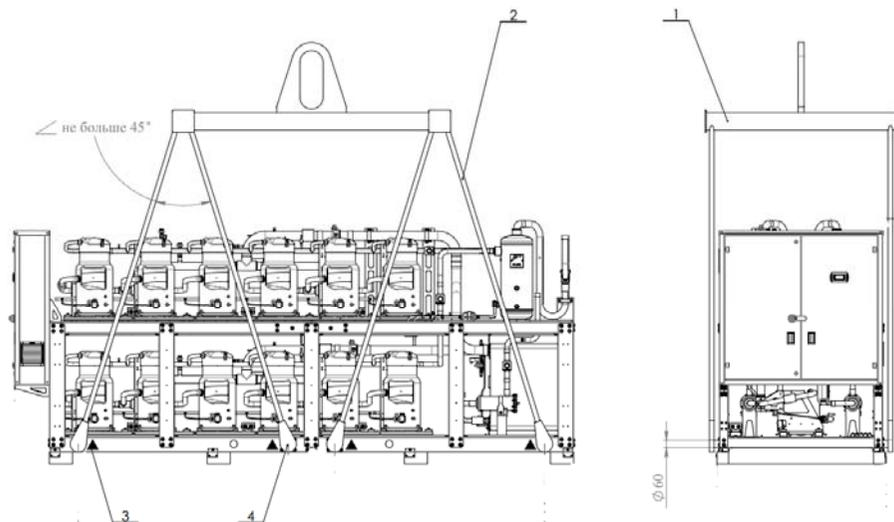

Рисунок 5.1.
5.3. Подъем чиллера краном осуществляется на тросах (стропах) (Рис. 5.1 поз.2) посредством вспомогательных труб (балок) (поз.4) вставленных в штатные отверстия основания чиллера и траверс (брусев) (поз.1).
ВНИМАНИЕ! Рис.5.1 носит ознакомительных характер. Схемы строповки чиллеров см. «Руководство по монтажу и эксплуатации. Глава 1.»